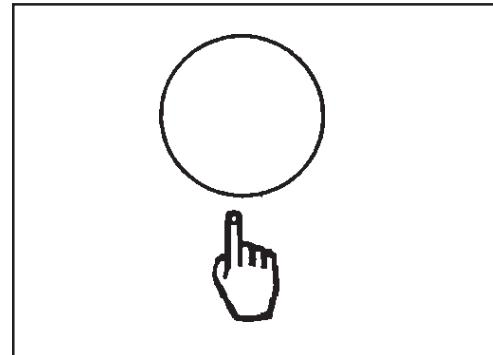

Figure 33
5. Le tableau de commande avant de machine est équipé d'un bouton One Touch (voir figure 33) qui est pré-programmé selon le débit d'écoulement de la solution et selon la pression d'application sur les brosses par défaut. Appuyez brièvement sur ce bouton One Touch pour utiliser ces réglages. **REMARQUE :** Si ces réglages ne sont pas adaptés à vos besoins, consultez la page 72 ou la section « Utilisation du bouton One Touch ».